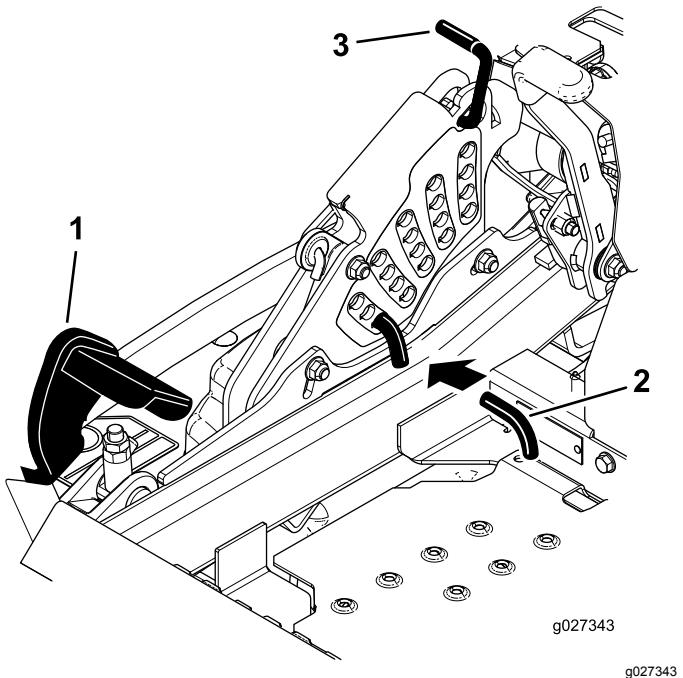

Figura 95
5. Pressione totalmente o pedal de elevação da plataforma e a plataforma tranca na posição de transporte de 14 cm (Figura 95).